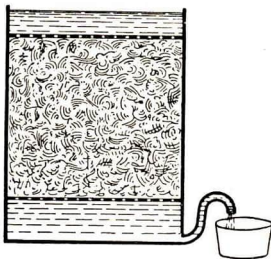

Abb. 485. Schnellseigfabrikation
9. Essig entsteht, wenn man Bier- oder Weinreste in einem Faß über Hobelspäne laufen läßt; dabei oxydiert sich der Alkohol zu Essigsäure  $H_3CCOOH$ . — Erkläre Abb. 485!